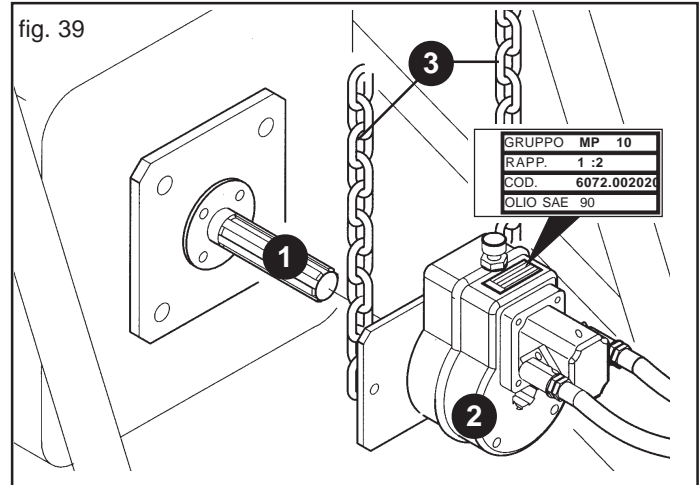

fig. 39
Bei abgeschaltetem Motor und stabil gebremstem Schlepper alle Schnellkupplungen einstecken. Die Zapfwelle des Schleppers (1, Abb. 39) säubern und mit Fett schmieren. Das Getriebe (2) wie in Abb. 39 gezeigt auf die Zapfwelle des Anbaugeräts aufstecken. Die korrekte Kopplung überprüfen und die Drehung des Übersetzers mit den beige gestellten Ketten sperren (3, Abb. 39), indem diese an ein festes Teil des Schleppers angeschlossen werden.